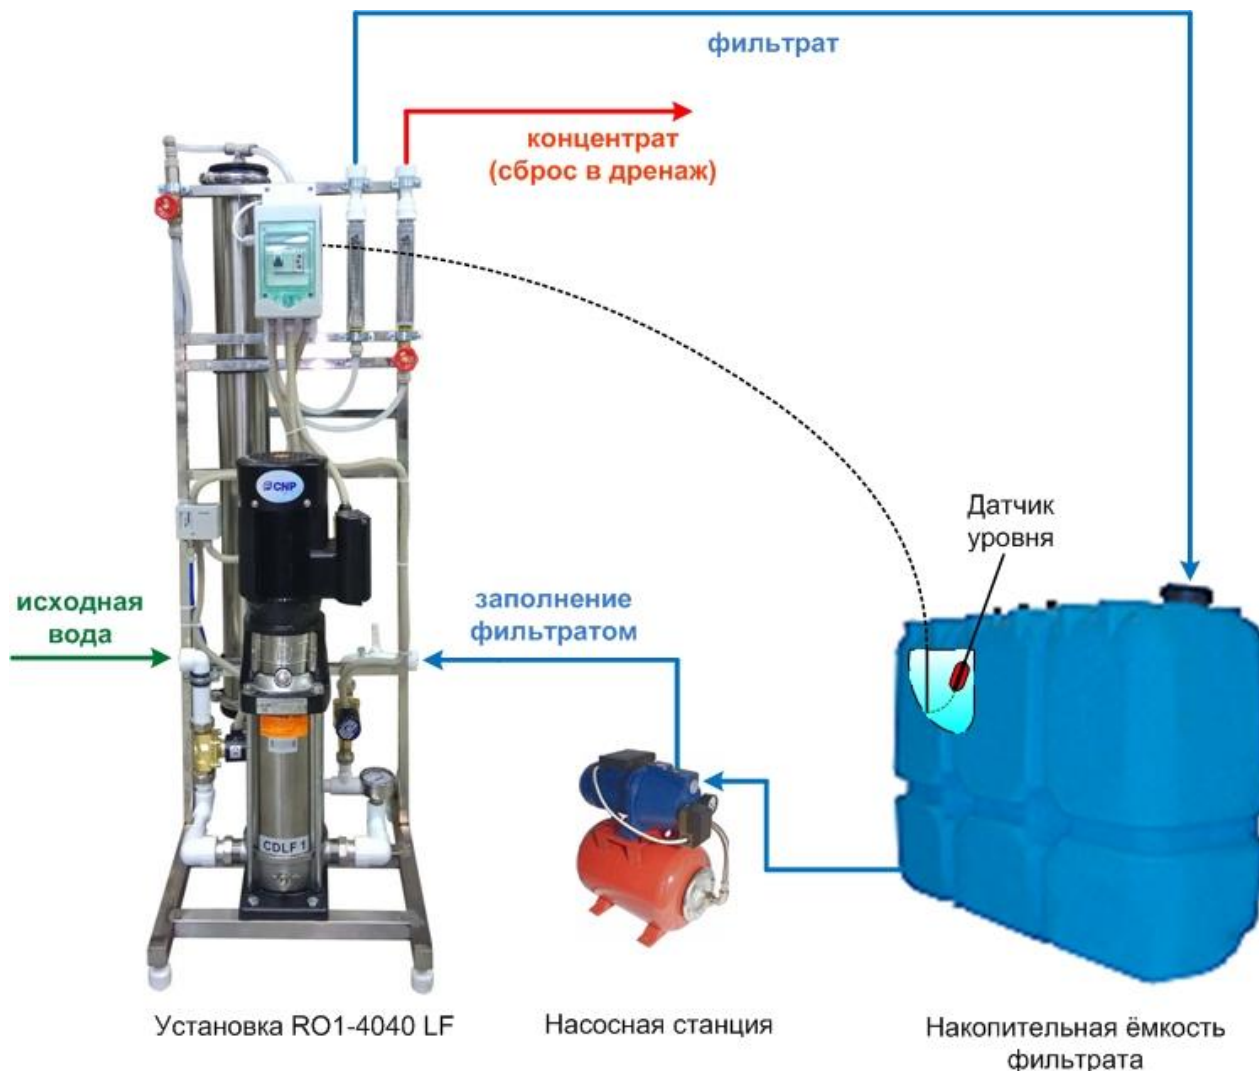

Рис. 3. Подключение трубопроводов к установке.
3.1.2. Подключить установку к магистрали исходной воды (давление – не менее 1,5 bar, расход не менее 1000 л/час), выход фильтрата – к отводящей магистрали чистой воды, выход концентрата – к дренажной системе (сброс – не менее 750 л/час). К крану K2 подключить напорную магистраль подачи фильтрата для заполнения при остановках (см. рис. 3). Рекомендуется на входе и выходе установки поставить отсекающие краны. Для нормальной работы установки потребитель должен обеспечить качество исходной воды не хуже указанного в табл.1.